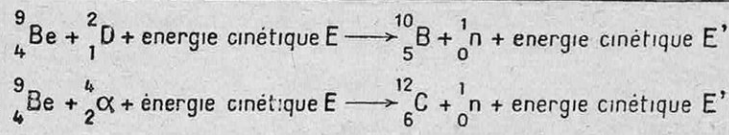

FIG. 7. — SCHÉMA DE LA PRODUCTION DE NEUTRONS PAR BOMBARDEMENT DU BÉRYLLIUM PAR DES DEUTONS OU PAR DES PARTICULES ALPHA
Pour produire des neutrons, on bombarde au cyclotron une cible de béryllium avec des deutons (noyaux d'hydrogène lourd). La figure 7 schématise cette réaction (1).
Dans la bombe, on peut imaginer une autre source de neutrons suivant le schéma de la figure 7. Une source radioactive, émettrice de rayons  $\alpha$ , est mise au moment voulu en présence de béryllium. Les neutrons émis agissent sur les atomes d'uranium 235 et amorcent quelques ruptures. Celles-ci libèrent des neutrons qui, à leur tour, entrent en jeu et en libèrent d'autres et ainsi de suite presque instantanément, avec émission d'une énergie de près de 10 000 kWh par gramme d'uranium 235 désintégré en éléments plus légers. La température de la bombe et des matériaux environnants monte vertigineusement, les pressions augmentent démesurément.